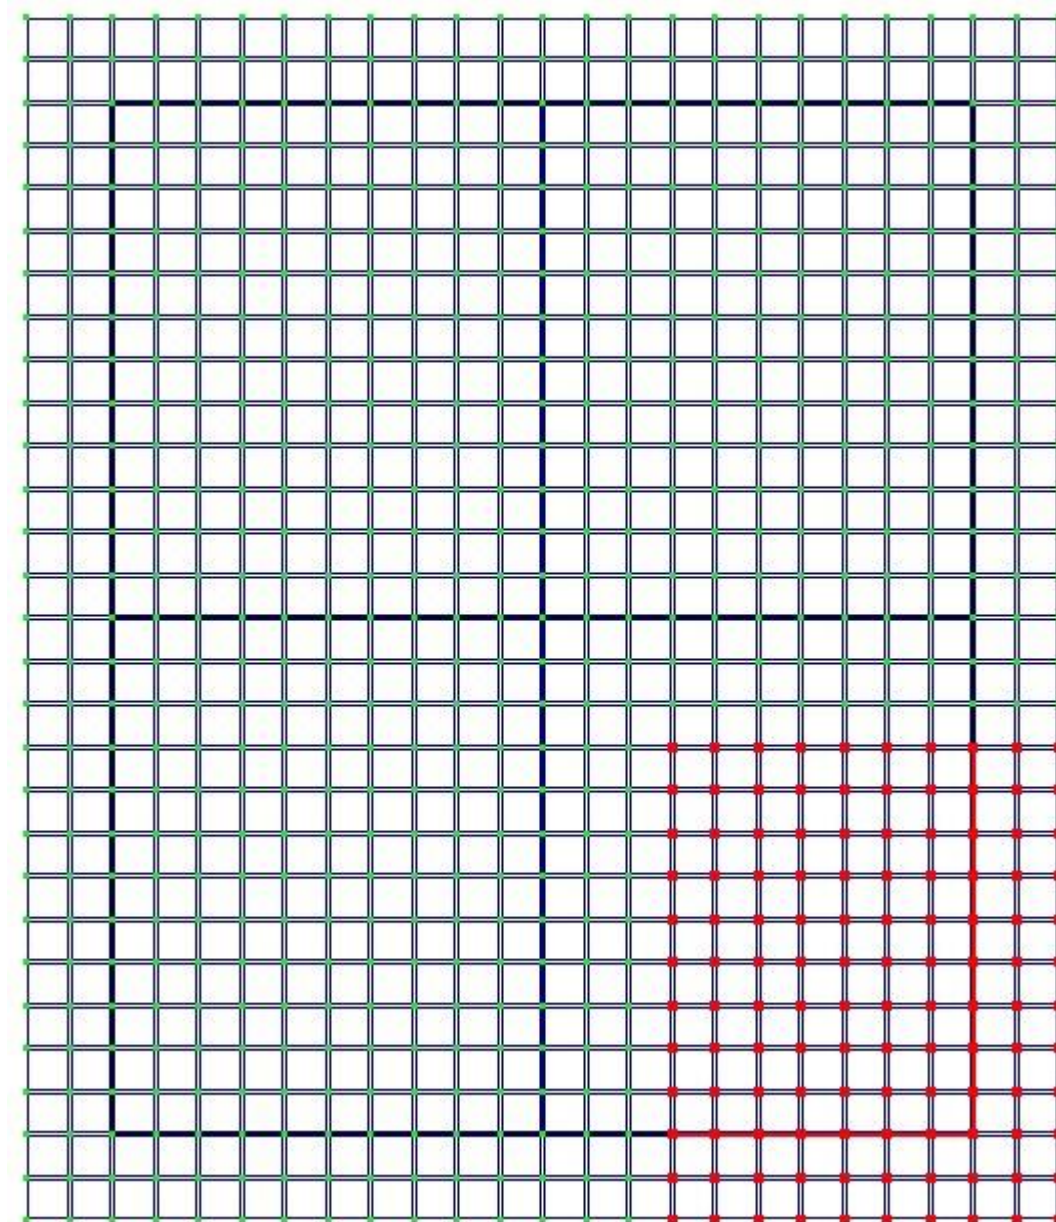

Рис.11.7. Выделение узлов плит
- После щелчка по кнопке  – **Отметка узлов** в раскрывающемся списке **Отметка узлов** на панели инструментов **Панель выбора** с помощью «резинового окна» выделите узлы плит в первом правом пролете схемы, как это показано на рис.11.7.